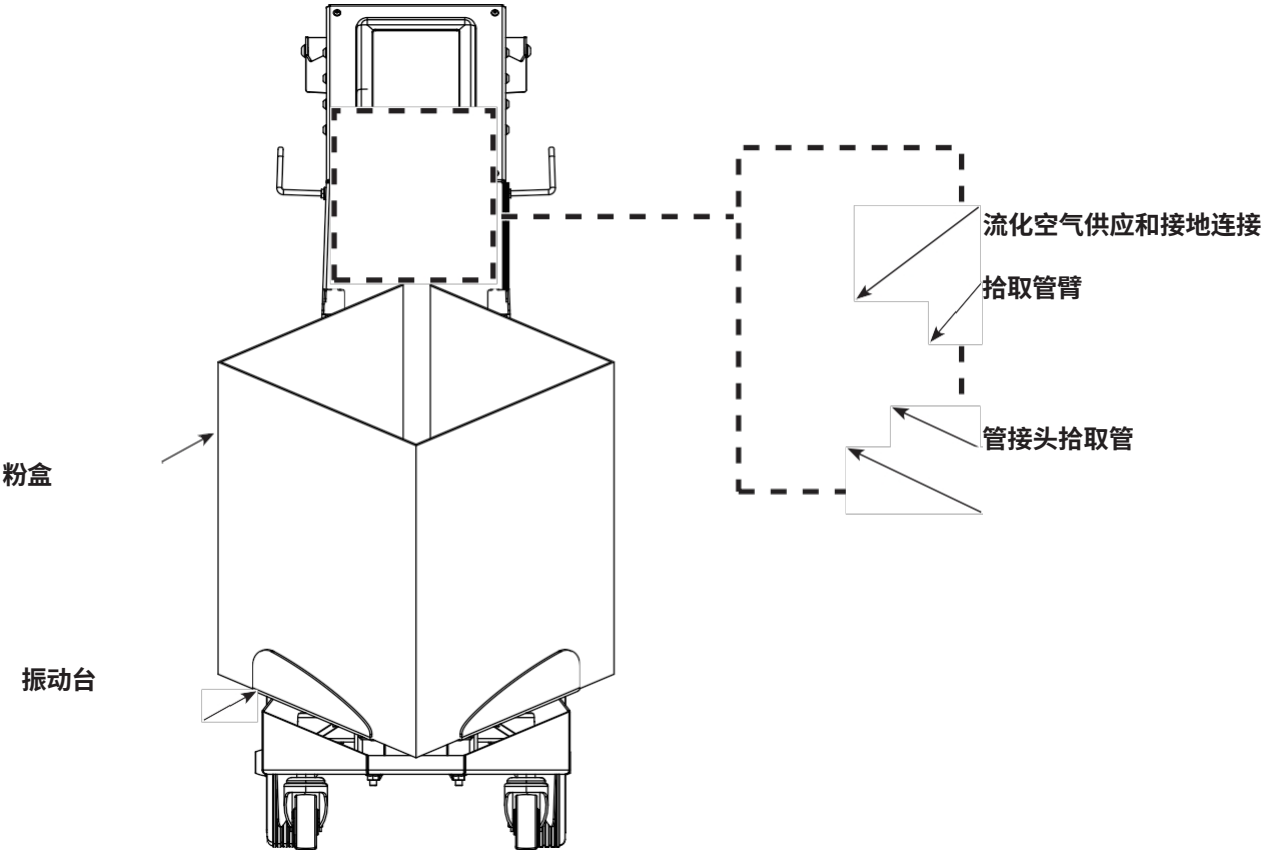

图 4-1 粉末 箱的安装
1. 见图 4-1。向上提起拾取管，然后向下摆动拾取管接头，使其位于拾取管末端下方，将其固定在臂上。